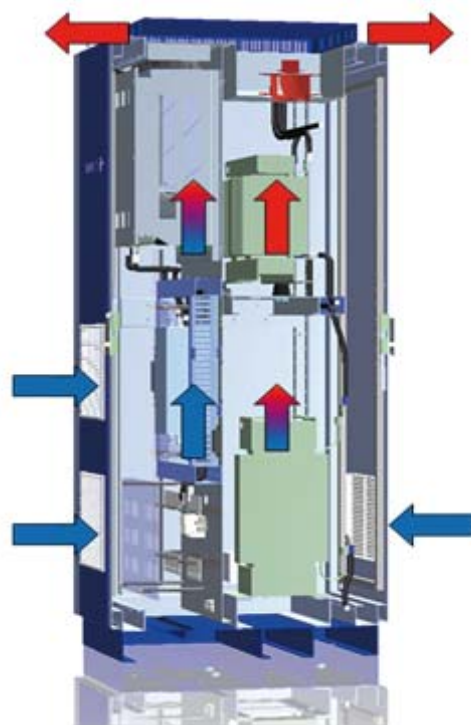

Figura 6: ventilazione dell'inverter
Il flusso massimo di aria per il raffreddamento è pari a 2590 m³ l'ora (figura 6).
- circolazione dell'aria senza ostacoli (figura 6)